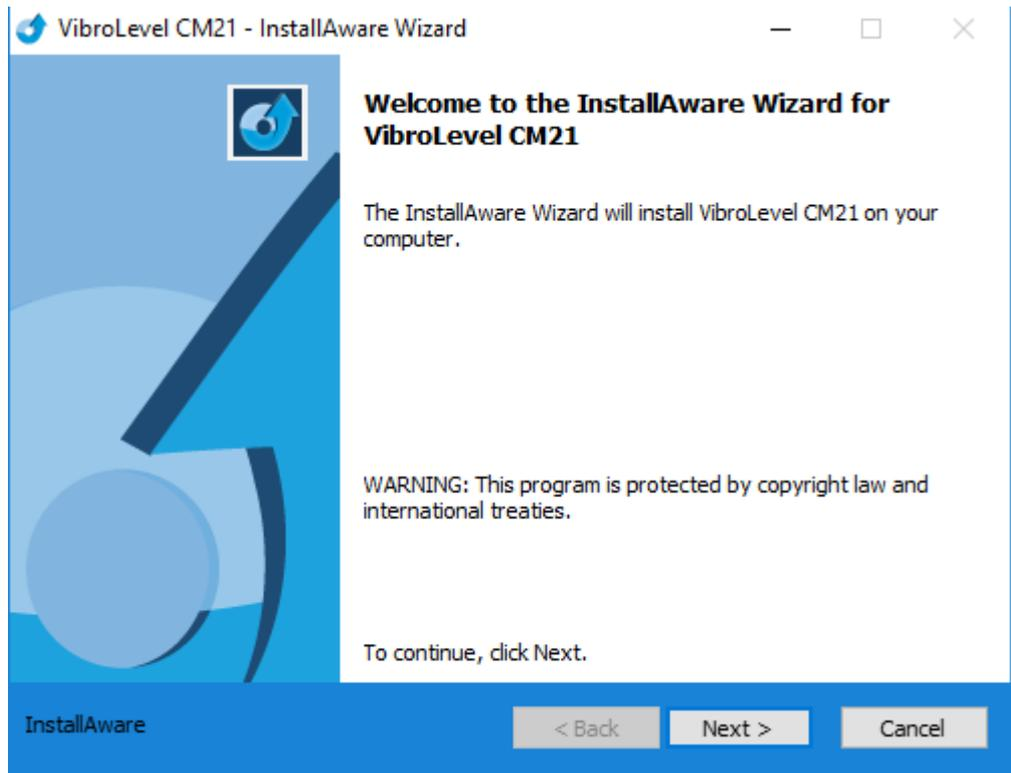

Рисунок 3.1
1. Запустить файл «vibrolevelcm21.exe», при этом на экране появится окно мастера установки программы, рисунок 3.1. Для запуска инсталляции нажать кнопку «Next».